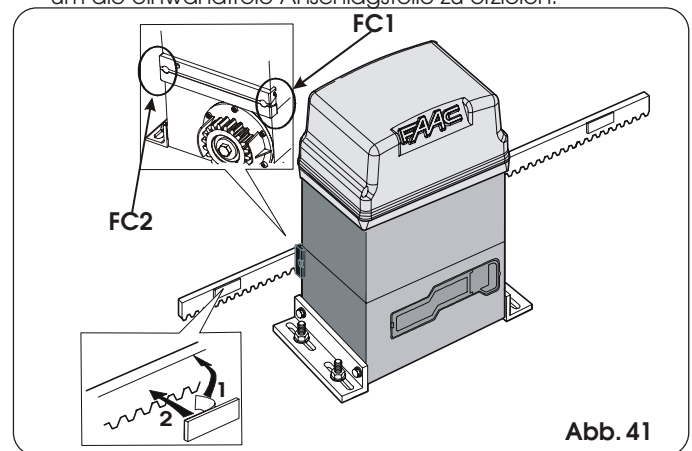
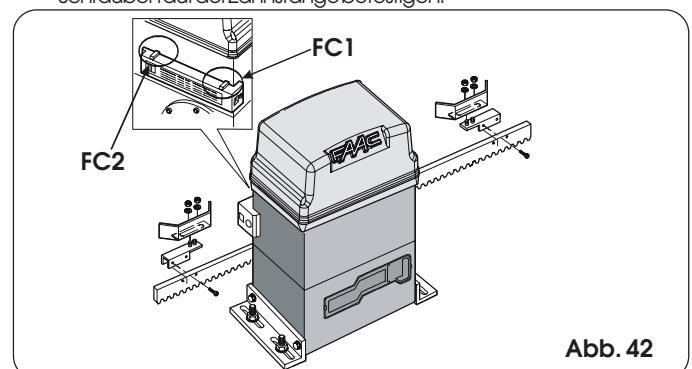

Abb. 41
Abb. 42
Der Antrieb 746 ist mit einem Endschaltersensor ausgerüstet, der den Durchgang eines auf der Zahnstange angebrachten Bezugselements erfasst und den Stillstand des Tors steuert. Die Vorrichtung kann vom Typ **MLS** sein (Abb. 41) oder **induktiv** (Abb. 42).
- 10) Die Zahnstange an den Stellen reinigen, an denen die Magnete angebracht werden, die Folie auf der Klebseite der Magnete entfernen (Abb. 41 Bez. 1) und diese mit dem Klebestreifen in Kontakt zur Zahnstange erneut positionieren (Abb. 41 Bez. 2).
- 1) Den Endschalter montieren. Dabei ist das Feinblech mit Bezug auf die Gewindebolzen der Halterung zu zentrieren. (Abb. 42)
- 2) Die Motorwelle mit einem Engländer festgespannt halten und die Einstellung mit Hilfe der Einstellungsschraube der Kupplung mit einem Inbusschlüssel oder einem Schraubenzieher gemäß Abb. 42 vornehmen.